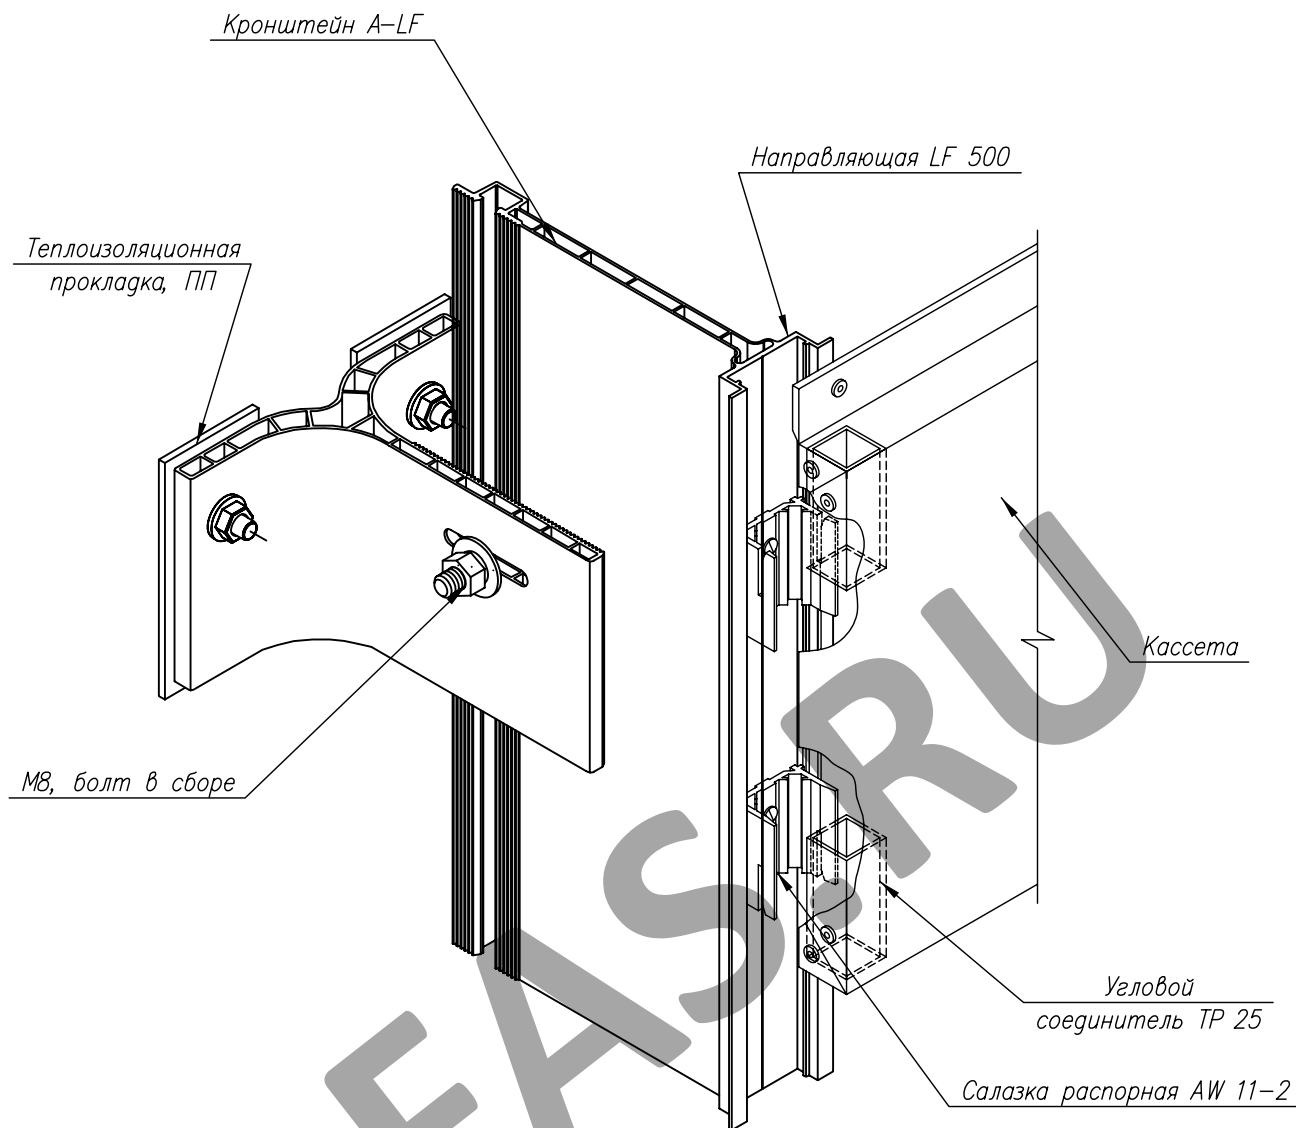

Рис. 6. Схема установки кассеты
4.3. Верхняя отбортовка кассеты крепится к направляющим LF 500/ LF 50 заклепкой 5.0x12мм алю/нерж. Затем повторить операции в последовательности описания п.п. 4.1-4.3 (рис. 6).